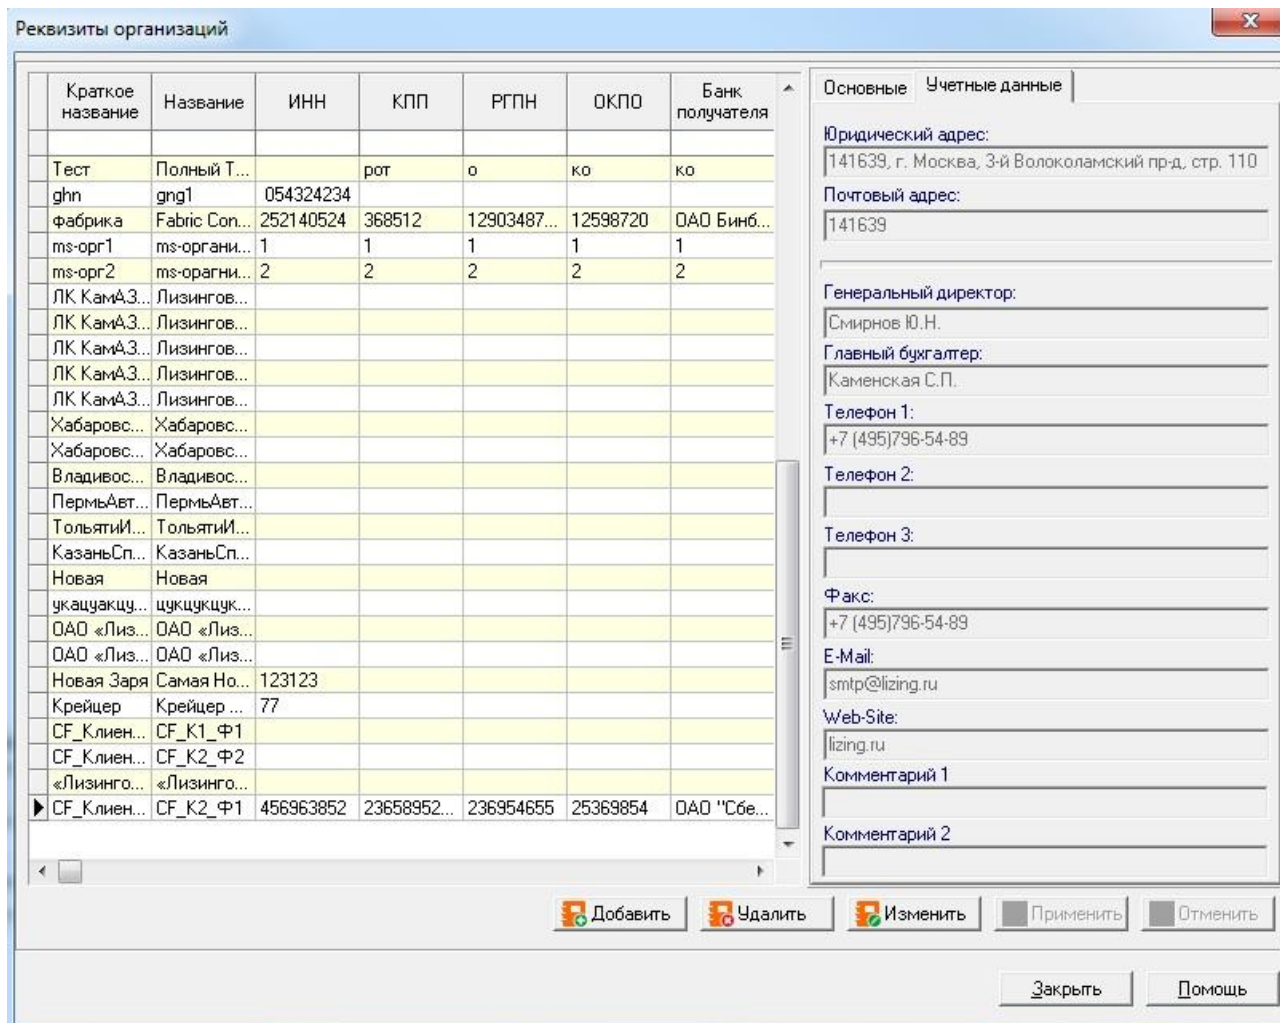

Рисунок 13 – Форма «Реквизиты организаций» с активной вкладкой «Учетные данные»
- «**Учетные данные**» (см. Рисунок 13).